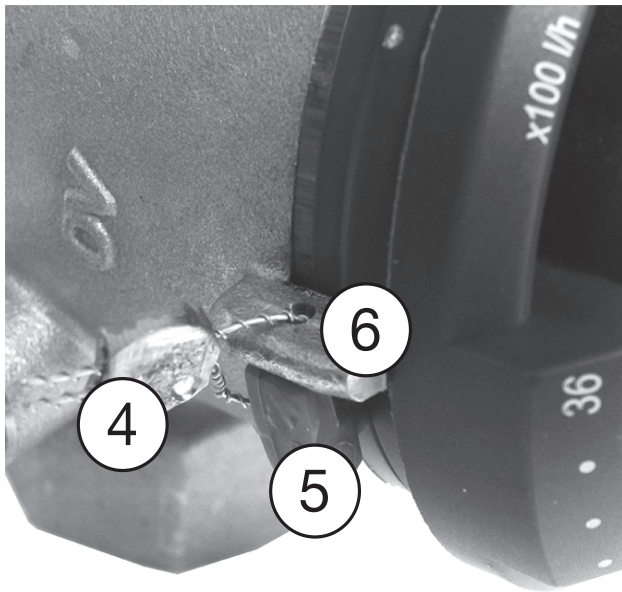

Fig. 12: Sauvegarde du pré réglage
- 1 Enlever la bague de blocage (3).
- 2 Appuyer sur la poignée manuelle (2) et la tourner jusqu'à ce que le marquage de la valeur de consigne (1) pointe sur la valeur de débit souhaitée (la poignée manuelle se remet ensuite en place dans la denture).
- 3 Remonter la bague de blocage (3).
En option, la bague de blocage (5) peut être plombé au niveau du marquage de la valeur de consigne (6) à l'aide du jeu de plombage (4) (accessoire, réf. 1089091) (voir Fig. 12)